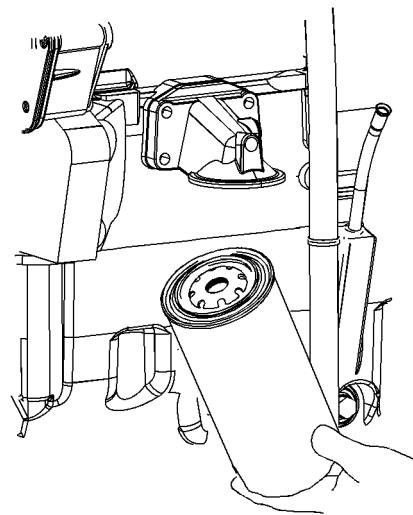

图 33
注：某些机油滤清器可垂直安装。请参看图 33。从步骤 (1) 开始，拆卸和安装机油滤清器。